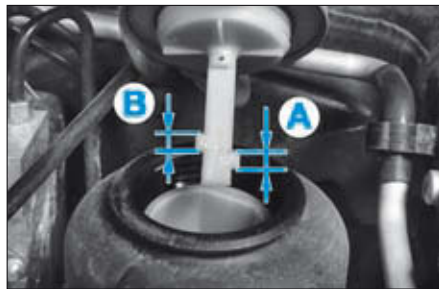

FIG. 18
- Dévisser le bouchon du réservoir de liquide hydraulique (Fig.18).
- le niveau d'huile doit se trouver dans la zone (A) à 20 °C.
- le niveau d'huile doit se trouver dans la zone (B) à 80 °C.